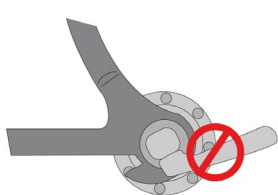

Figure 11
- Poussez fermement la roue dans le fond des pattes de fourche tout en la centrant. Tournez le levier d'attache rapide vers le haut et pivotez-le en position fermée. Le levier doit être parallèle aux fourreaux et recourbé vers la roue (réf. Figure 11 et 12).